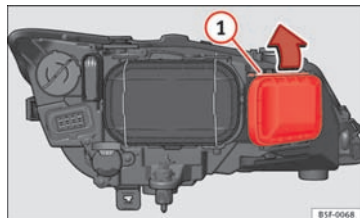

Fig. 136 Blinklyspære
- Forskyd holderen ⇒ Fig. 136 ① i pilens retning, og tag dækslet af.